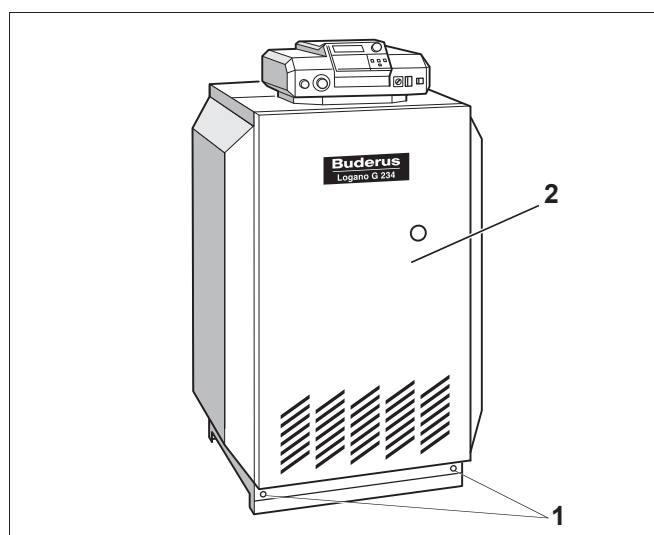

Рис. 34 Logano G234 WS, полностью смонтированный
- Подвесить переднюю стенку котла (рис. 34, поз. 2).
- Вставить и закрутить справа и слева в боковые стенки фиксирующие винты (рис. 34, поз. 1).